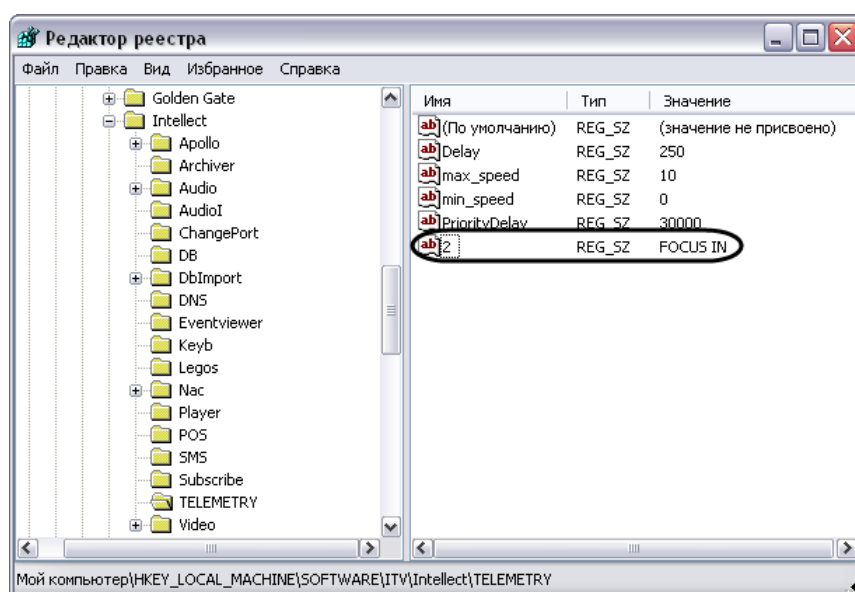

Рис. 3.4—19 Пример редактирования реестра ОС Windows для присваивания клавишам джойстика команд
3. Присвоить строковому параметру название, идентичное номеру настраиваемой клавиши манипулятора «джойстик» в ОС Windows (Рис. 3.4—19).